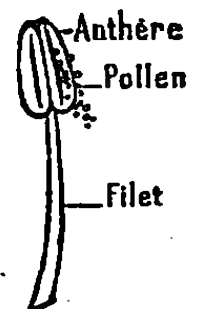

Fig. 263. — Étamine laissant échapper du pollen.
3^o Les **étamines** (fig. 263) sont l'organe mâle de la fleur. Elles sont placées à l'intérieur de la corolle. Une étamine est formée d'un *flet* terminé en haut par un renflement appelé *anthère*. L'anthère contient
3. Les plantes se reproduisent par le pollen et les ovules. — Lorsque la fleur est complètement épanouie, l'anthere de chaque étamine s'ouvre pour laisser sortir le *pollen* (fig. 263). Ce pollen tombe sur le *stigmate* du pistil, pénètre dans le *style* et parvient dans l'ovaire jusqu'aux *ovules*. A partir de ce moment, ceux-ci grossissent et se transforment en *graines*, tandis que l'ovaire devient le *fruit*. Les autres parties de la fleur, alors inutiles, se dessèchent et tombent.